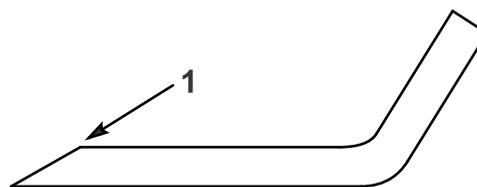

Figura 38
- Utilice una lima para afilar el filo de corte en ambos extremos de cada cuchilla (Figura 38). Mantenga el ángulo original. La cuchilla permanece equilibrada si se retira la misma cantidad de material de ambos filos de corte.